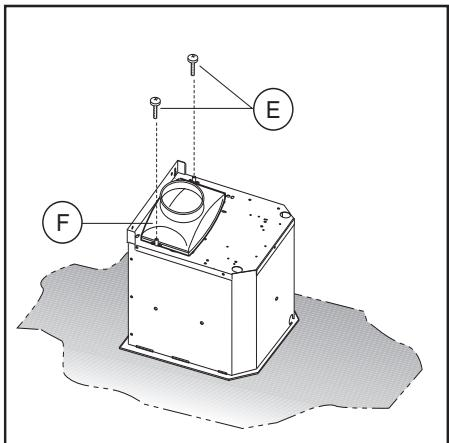

Fig.9
- Nel caso in cui il vostro prodotto è fornito di una flangia di raccordo, prima di fissare la cappa alla struttura, eseguire il montaggio indicato in Fig.9.
Prendere la flangia di raccordo **F** e montarla nella parte superiore del gruppo di aspirazione della cappa con le 2 viti **E** (fig.9).